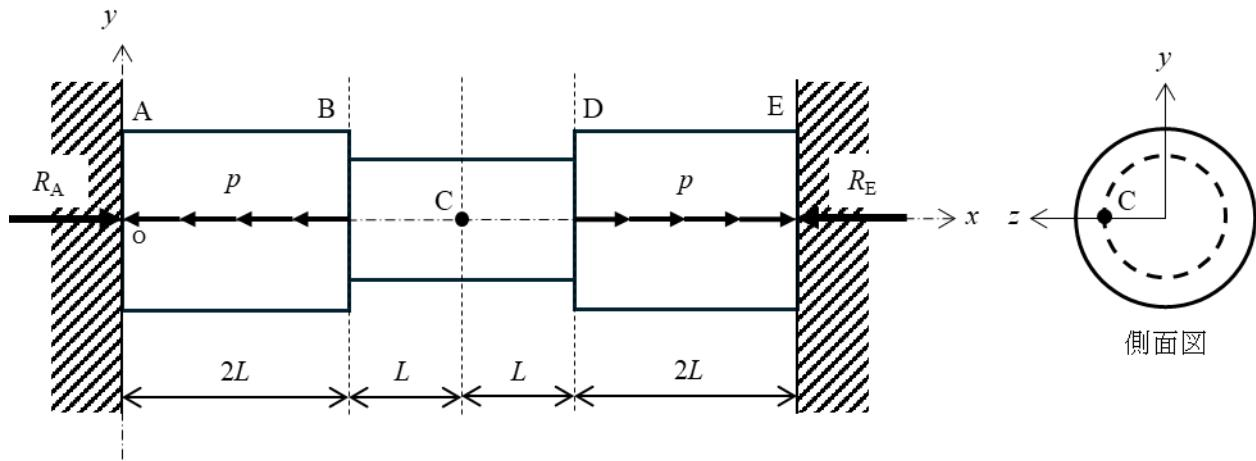

Fig. 2 両端を壁に固定された段付き丸棒
[2] 図 2 に示すように点 A, 点 E において壁に固定された段付き丸棒がある。棒の AB 間, DE 間には分布荷重 p がそれぞれ対称に作用している。丸棒の弾性率を E , 断面積は AB 間, DE 間では $2A$, BD 間では A として, 以下の問い合わせに答えよ。ただし, 壁の変形は考慮しないものとする。
- (1) 図 2 の FBD を示せ。また, 点 A, 点 E における壁からの反力 R_A , R_E を用いて力のつりあい式を示せ。
- (2) R_A を用いて AB 間の変位 δ_{AB} , BC 間の変位 δ_{BC} をそれぞれ求めよ。
- (3) 対称性により AC 間の変位 $\delta_{AC} = 0$ となることを利用して, 変位の条件と力のつり合い式から R_A , R_E を求めよ。
- (4) 丸棒表面上の点 C における垂直応力 σ_x を p , L , A を用いて表せ。
- (5) 丸棒表面上の点 C におけるモールの応力円を描き, 点 C に生じる最大せん断応力 τ_{max} を求めよ。モールの応力円には応力テンソルの座標も明記すること。